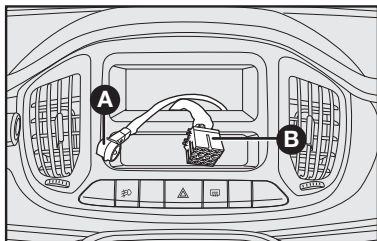

fig. 107
- cabo e plugue de alimentação elétrica para o autorrádio **B-fig. 107**.
- cabo e conector para antena de teto **A-fig. 107**.
- cabos e plugue para conexão dos alto-falantes e tweeters **B-fig. 107**.
- cabo de alimentação do autorrádio **B-fig. 107**.
- cabo para tweeter e alto-falante dianteiros e traseiros **B-fig. 107**.